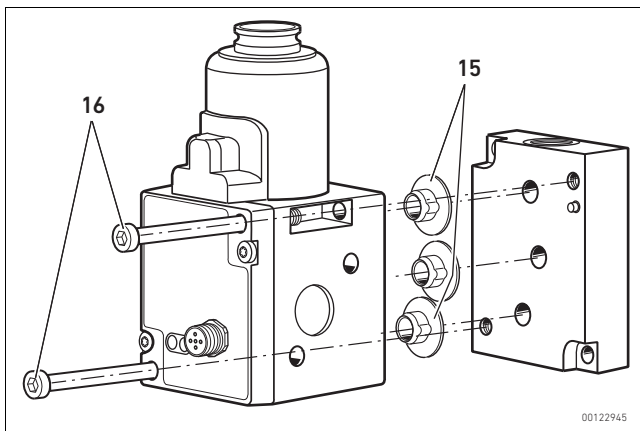

Abb. 5: Montering av tryckregleringsventil ED05 på basplattan
3. Sätt in de båda skruvarna M6 x 75 (**16**) i de båda genomgående hålen (se bild 5 på sidan 240) och dra fast dem.